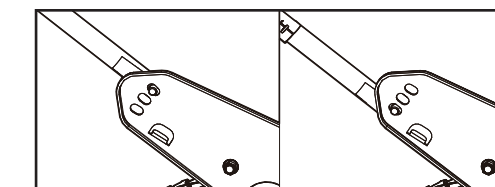

Fig.3B
2. Levez ou abaissez la partie inférieure du guidon pour la placer à la bonne hauteur. Il y a 3 hauteurs de réglage à choisir sur ce type de tondeuse à gazon ; à la hauteur 1, la distance de la partie inférieure du guidon au sol est la plus grande, à la hauteur 3, la plus courte. (Fig. 3B)